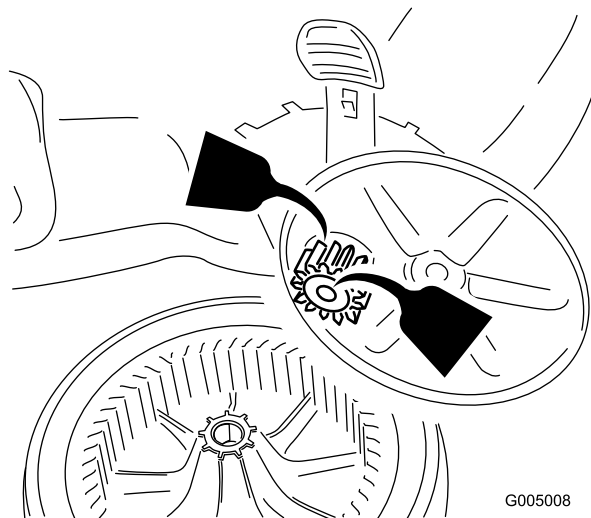

Figura 26
2. Aplique aceite lubricante al interior y al exterior de los engranajes (ver Figura 26).